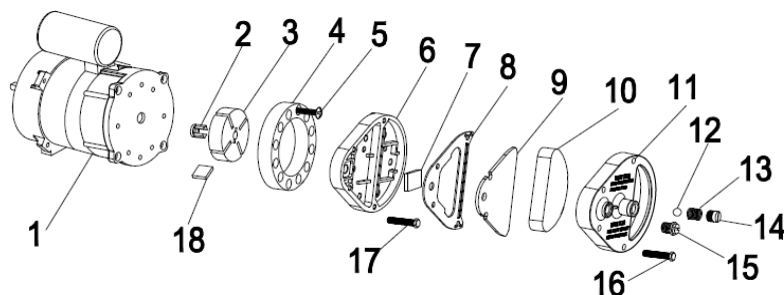

Рис.3
Очистите воздушные фильтры. Снимите торцевую крышку фильтра (11), промойте воздушный фильтр (10) легким моющим средством и тщательно высушите перед установкой на место. Заменяйте воздушный фильтр (9) один раз в год (рис.3).